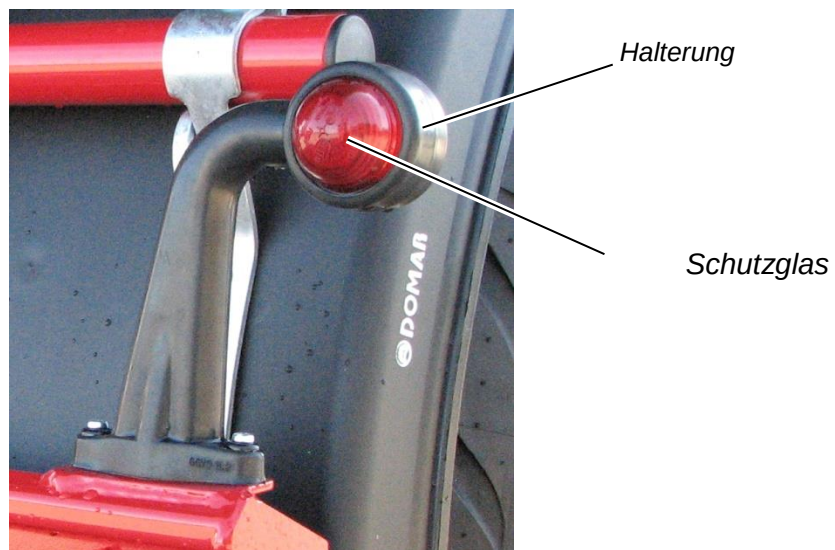

Abbildung 56: Positionsleuchte
- ⇒ Drücken Sie das Schutzglas aus der Halterung heraus (siehe Abbildung 56).